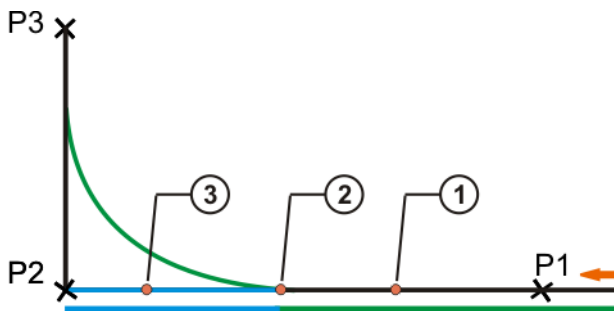

**Рис. 11-8: Пример перемещения для логики**
Зависящие от сигнала функции ожидания можно запрограммировать как с обработкой в предварительном выполнении, так и без нее. **Без предварительного выполнения** означает, что перемещение остановится в точке в любом случае, а сигнал будет проверен в ней: (1) (>>> Рис. 11-8 ) (1). Таким образом, сглаживание этой точки невозможно.